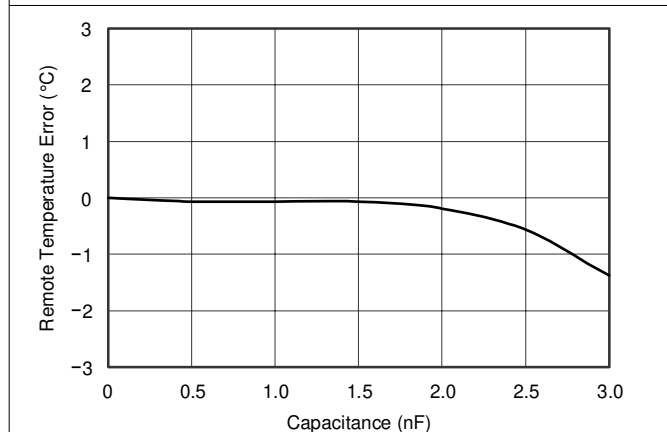
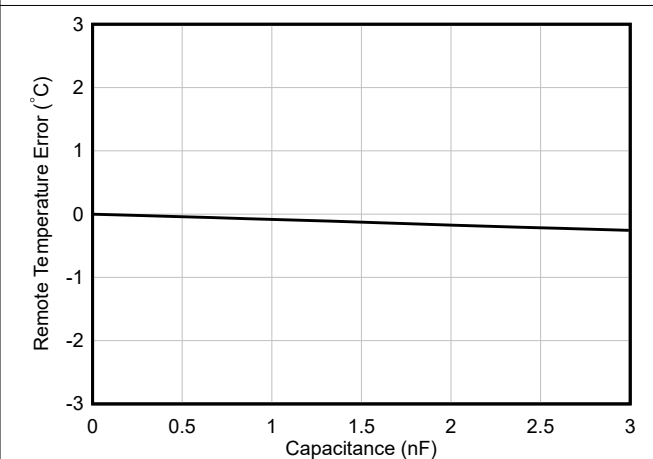

图 6-12. 远程温度误差与差分电容间的关系 (旧芯片)
图 6-13. 远程温度误差与差分电容间的关系 (新芯片)
- 在大多数应用中， C_{DIFF} (可选) 必须小于 1000pF 。 C_{DIFF} 的选择取决于具体应用；请参阅 滤波 部分、图 6-12 (新芯片请参阅 图 6-13) 以及 图 6-27。
TMP411/TMP411D 可承受高达 $1000pF$ 的差分输入电容，同时将温度误差变化降至最低。图 6-12 (新芯片请参阅图 6-13) 和图 6-27 展示了电容对测得远程温度误差的影响。